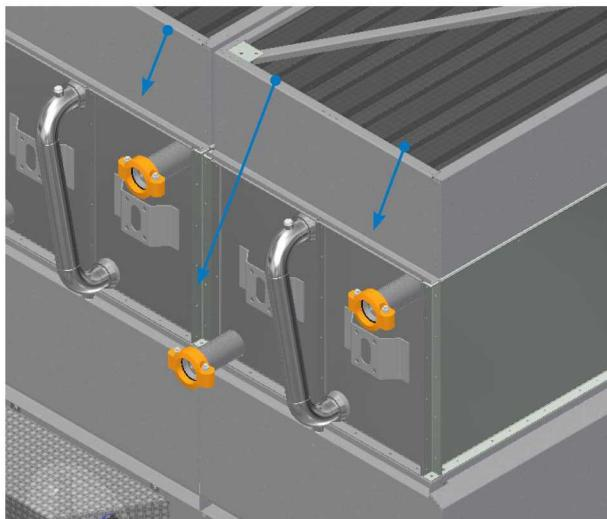

Рис. 20. Размещение гибкой муфты (показан последовательный поток)
1. Разместите гибкую муфту ND80 (викторическую, ВАС № 202174M6) на системе технологии теплопередачи hCore®. См. рисунок 20.